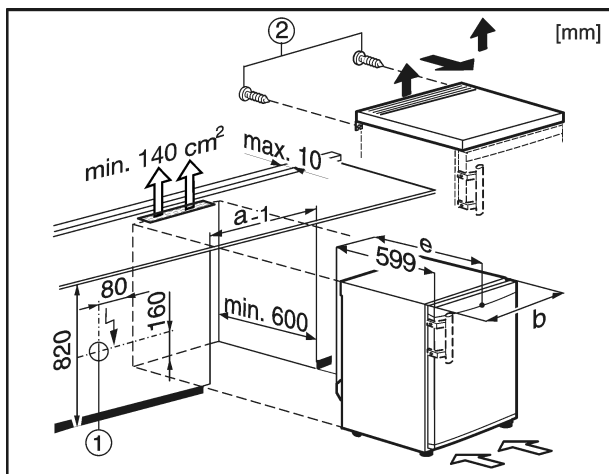

Fig. 9
Priza de alimentare Fig. 9 (1) trebuie să fie instalată în acest caz în afara zonei din spatele aparatului și să fie ușor accesibilă.
- ▶ Îndepărtați șuruburile Fig. 9 (2) de la partea posterioară.